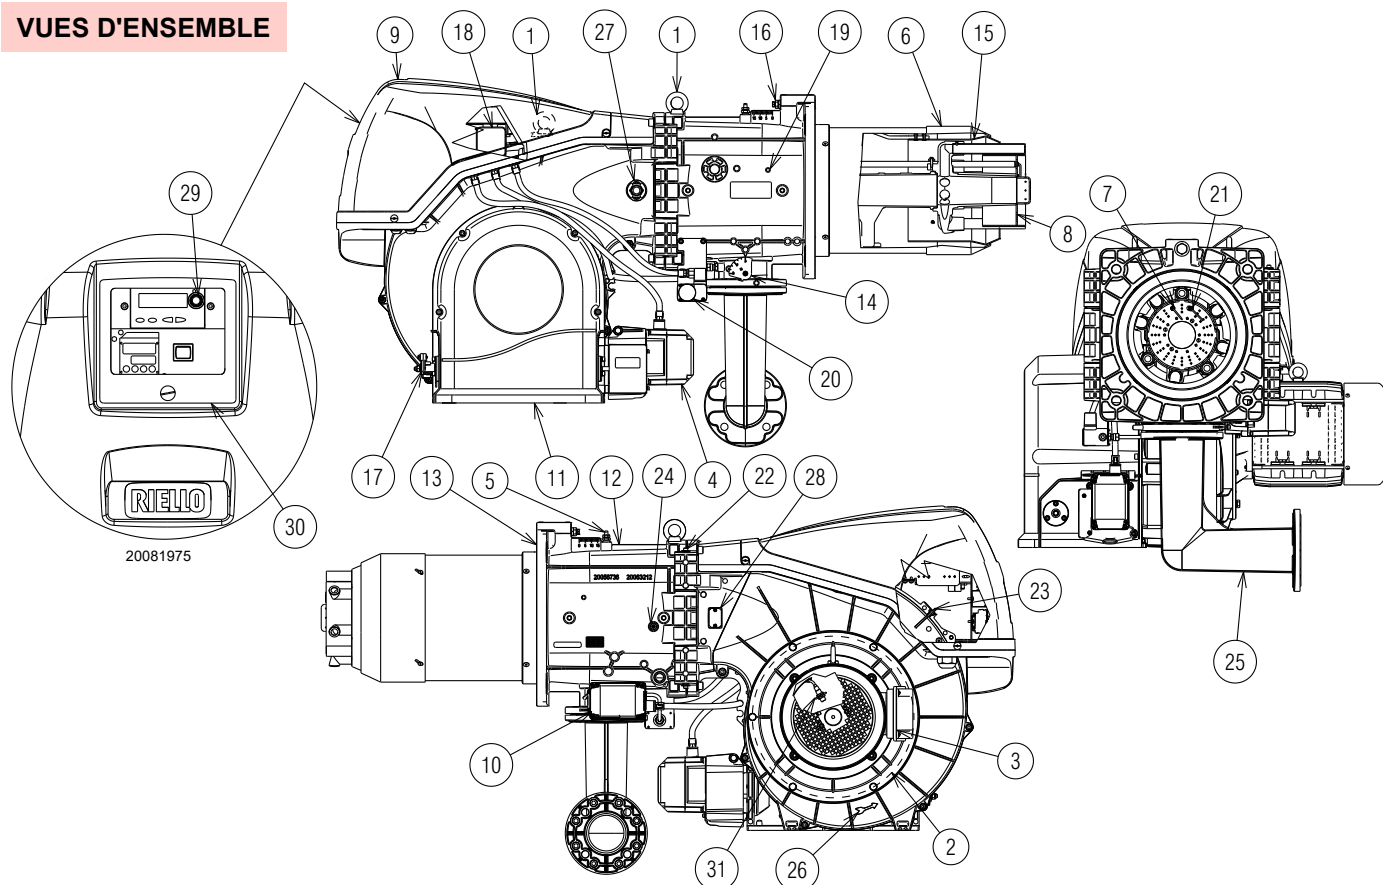

Fig. 5
- (1) Conditions de référence: Température ambiante 20°C - Température gaz 15°C - Pression barométrique 1013 mbar - Altitude 0 m s.n.m.
- (2) Pression à la prise du pressostat 5)(Fig. 5 à la page 13) avec pression zéro dans la chambre de combustion et à la puissance maximale du brûleur.
- (3) Pression sonore mesurée dans le laboratoire de combustion du constructeur, avec le brûleur fonctionnant sur la chaudière d'essai, à la puissance maximale. La puissance sonore est mesurée grâce à la méthode en « champ libre », prévue par la norme EN 15036, et conformément à la précision de mesure « Précision : Catégorie 3 », comme décrit par norme EN ISO 3746.